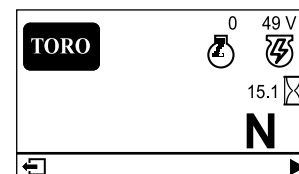

Figura 22
- **Pantalla principal de información** (Figura 22): muestra información actual de la máquina con la llave en la posición de CONECTADO.